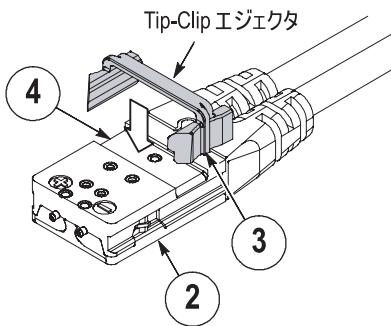

図 9 : Tip- Clip エジェクタの取付け
2. プローブ・チップを裏返し、プローブ・チップの背面が見えるようにします。図 9 を参照してください。